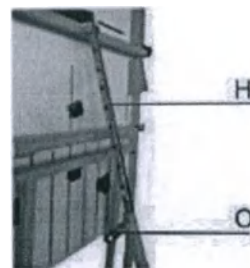

Рис. 39
1) Регулировка поворотного ложа по углу наклона (рис.39)
Для закрепления поворотного ложа в необходимом положении под углом в диапазоне от 90 до 180 градусов - необходимо ослабить (потянуть на себя) стопорный механизм (О), придать ложу необходимый угол наклона и закрепить (закрутить) стопорный механизм (О) (рис.39)